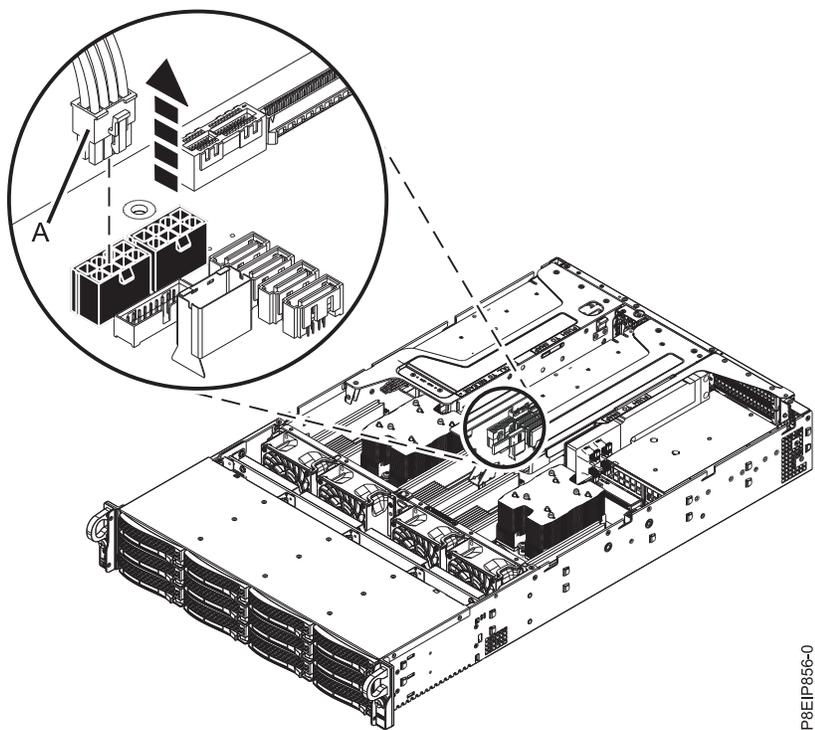

Figura 39. Desconexión del cable de alimentación de GPU
- a. Retire la patilla de sujeción (A) para que la flecha apunte al sistema.
- d. Si la tarjeta de expansión contiene una GPU, desconecte el cable de alimentación de GPU (A) de la placa posterior del sistema, como se muestra en la Figura 39 en la página 38. Utilizando el pulgar, presione el mecanismo de cierre en el conector para quitar el cable.